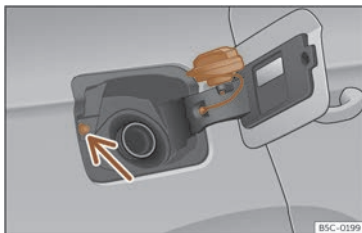

Fig. 209 Tapa del depósito con el tapón encajado.
- Colóquelo en el espacio que hay en la bisagra de la tapa abierta >>> **fig. 209.**
Evite tocar el botón de bloqueo de la tapa de combustible >>> **fig. 209** (flecha). El sistema entenderá que ha acabado y no podrá seguir repostando. Vuelva a pulsar la tecla **B** de la puerta del conductor para continuar.